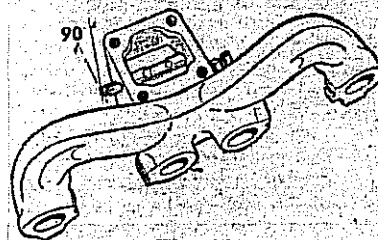

Fig. 14
3) Orientar la mariposa con respecto al eje. Para ello, colocar la mariposa en su posición cerrada y la ranura del eje a 90° con respecto a la mariposa (Fig. 14). En esa posición de las piezas, la ranura del eje estará orientada hacia el tétón de freno del resorte, formando un ángulo de aproximadamente 38° con respecto a la horizontal. Fijar la mariposa al eje mediante dos puntos de soldadura eléctrica por arco, aplicados en los orificios de la mariposa.